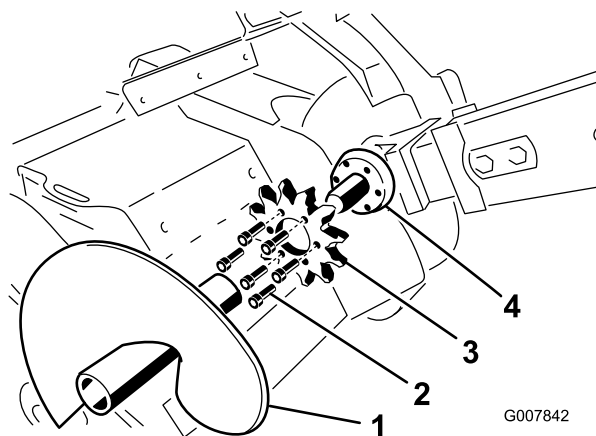

Figura 64
4. Retire el sinfín (Figura 64).
9. Retire los 6 pernos que fijan el piñón de arrastre (Figura 64).
10. Retire y deseche el piñón de arrastre (Figura 64).
11. Limpie la superficie de montaje del piñón en la zanjadora (Figura 64).
12. Deslice el nuevo piñón sobre el eje (Figura 64).
13. Enrosque los 6 pernos que fijan el piñón de arrastre con la presión de los dedos solamente (Figura 64).